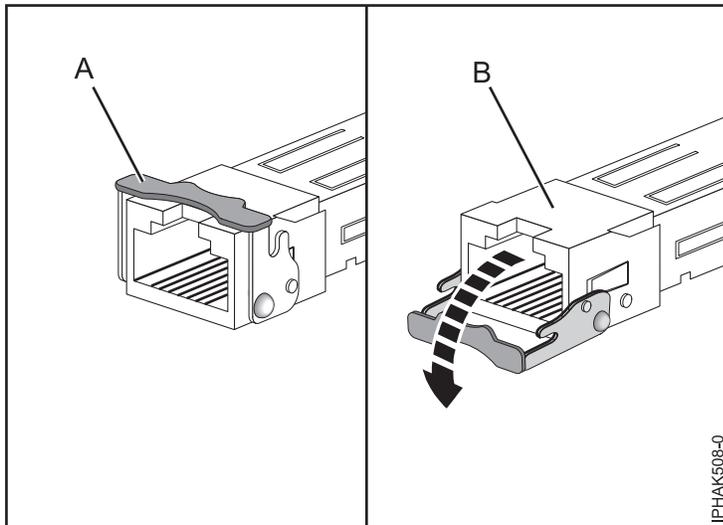

Abbildung 11. Ausbauen des SFP-Transceivers am Adapter
Anmerkung: Bei einigen Ethernet- oder Fibre-Channel-Adaptoren müssen, damit der Adapterkassettenhalter ausgebaut werden kann, zuerst die SFP-Transceiver (Small Form-Factor Pluggable Transceiver) ausgebaut werden. Legen Sie dazu die Karte flach auf eine ebene, antistatische Oberfläche und öffnen Sie die Verriegelung (A), indem Sie sie von der Karte weg nach unten drehen (siehe Abb. 11 auf Seite 25). Schieben Sie den Transceiver (B) aus dem Adapter. Wiederholen Sie diesen Vorgang für den anderen Transceiver.